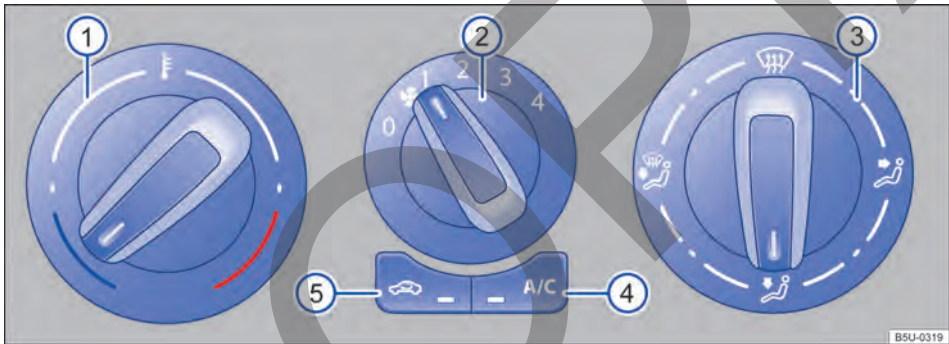

Fig. 78 Comandos del aire acondicionado.
- *Aire acondicionado*: girar el regulador del ventilador al nivel 0 → fig. 78 ②.
- *Aire acondicionado*: girar el regulador giratorio izquierdo → fig. 78 ① para regular la respectiva temperatura.
- *Aire acondicionado*: girar el regulador del ventilador → fig. 78 ②.
En modo de recirculación de aire, el aire externo se ve impedido de llegar al interior del vehículo → fig. 78.
- *Aire acondicionado*: girar el regulador de la derecha → fig. 78  a la posición deseada.
- Girar el botón de distribución de aire → **fig. 78** ③ a la posición ; en esta posición el modo de recirculación de aire se apaga automáticamente.
- Girar el botón del ventilador ② al nivel 3 o 4.
- Girar el regulador de temperatura ① a la posición deseada.